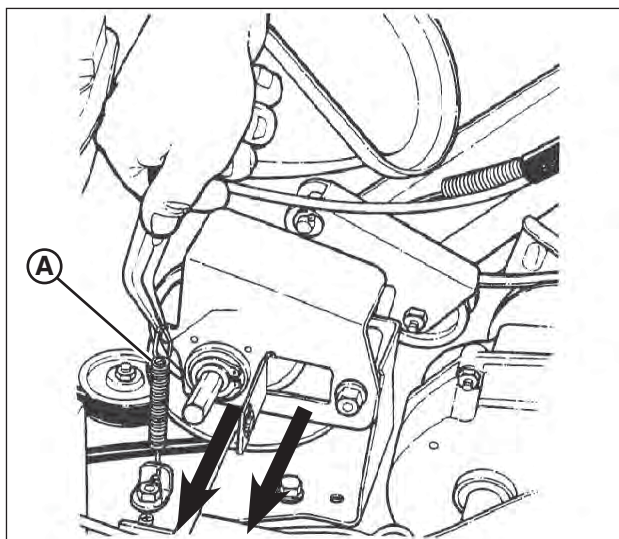

Figura 30: Retiro del conjunto de disco impulsado
2. Con alicates de punta, desenganche el resorte de transmisión (**A**, **Figura 30**) y deslice el conjunto de disco impulsado para sacarlo del eje hexagonal.